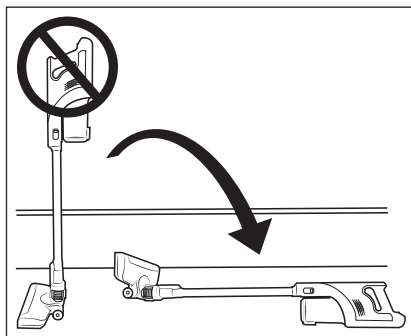

Fig. 9
- As aberturas de sucção do aparelho e da escova para chão ②2 e o tubo de aspiração ②4 têm de estar sempre desobstruídos e não podem ser tapados. Obstruções levam ao sobreaquecimento e à danificação do motor.
- Certifique-se de que o filtro EPA ⑤ está sempre colocado antes de utilizar o aparelho.
- Não tente colocar o aspirador na vertical quando deixar temporariamente de o utilizar ou o pretender largar. Nesse caso, coloque o aspirador no suporte de parede ⑮ ou deixe-o no chão (ver fig. 9 e 10). Caso contrário, o aspirador poderá cair devido ao seu centro de gravidade elevado, sofrer danos e, eventualmente, danificar outros objetos ao cair.